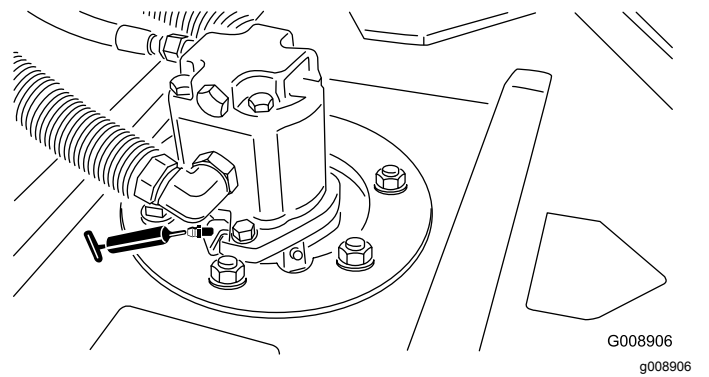

Figure 41
- 2 (par unité de coupe) roulements d'axe de pivot d'unité de coupe (Figure 41)